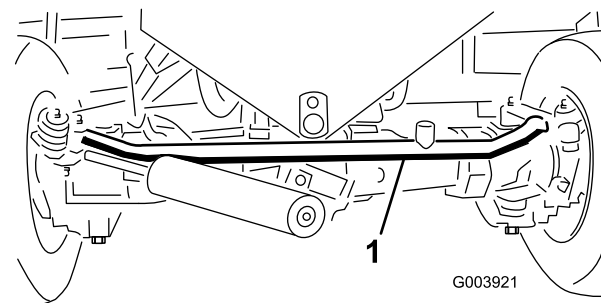

Bild 66
3. Lockern Sie die Klemmen an beiden Enden der Spurstangen (Bild 66).